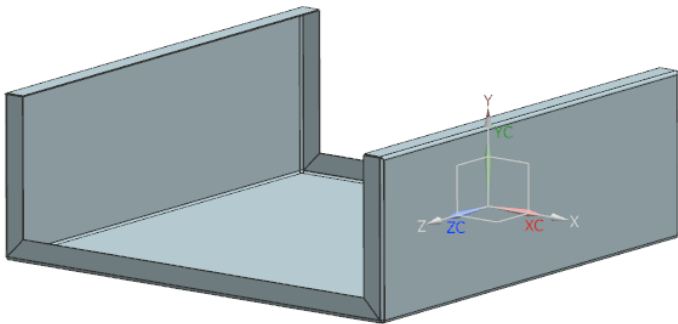

图 6-90 创建封闭拐角
(5) 同上步骤,创建相同参数的其他三个封闭拐角,如图 6-90 所示。